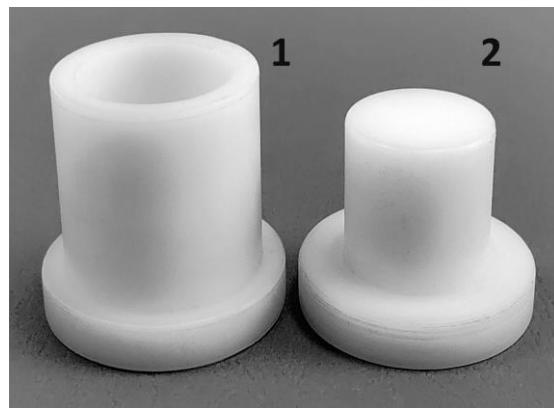

Рисунок 53
4. Устройство для разборки кювет КИ-28 (Рисунок 53) состоит из 2 частей: опора (1) и толкатель (2).